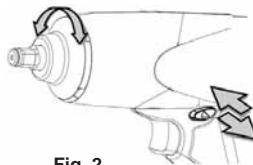

Fig. 2
4. Gebruik de staaf voor vooruit/achteruit op de aandrijfseenheid om de machine de andere kant op te laten werken (zie fig.2). De aanwijzingen voor de rotatie worden ook weergegeven op de voorkant van de balk.